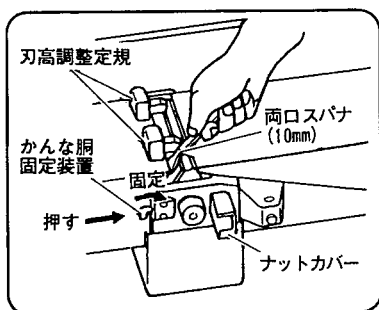

図 34
- (1) ナットカバーを開き、かな胴固定装置のレバーを指先でまわしてかな胴を固定します。（図 34）
- (2) その後は 26 ページ「1.自動かな盤の場合」と同じ要領で取付けます。